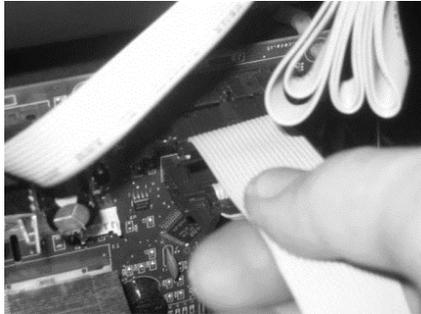

Figure 132 – Installation du chrono thermostat
c) Connectez les fils au connecteur de contact MARCHE/ARRÊT (Figure 132-e) ; faites passer les fils à travers la fente sur le côté de l'équipement dans la salamandre (132-f) ;
d) Monter l'interface dans la pièce correspondante et brancher la fiche de l'unité de commande externe (contact On/Off) sur la position "remote" (Figure 132- i).